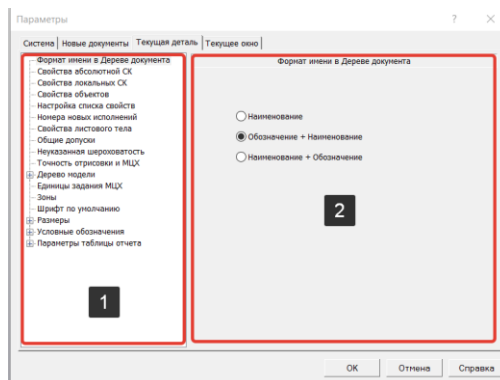

Рисунок 4 – Вкладка Параметры
Вкладка параметров разделена на два окна (Рисунок 4). В левой части вкладки (1) находится представленный в виде «дерева» список объектов настройки. Они сгруппированы в разделы согласно своему назначению. После того как в левой части выбран тот или иной пункт, в правой части вкладки (2) появляются элементы управления для выполнения настройки.